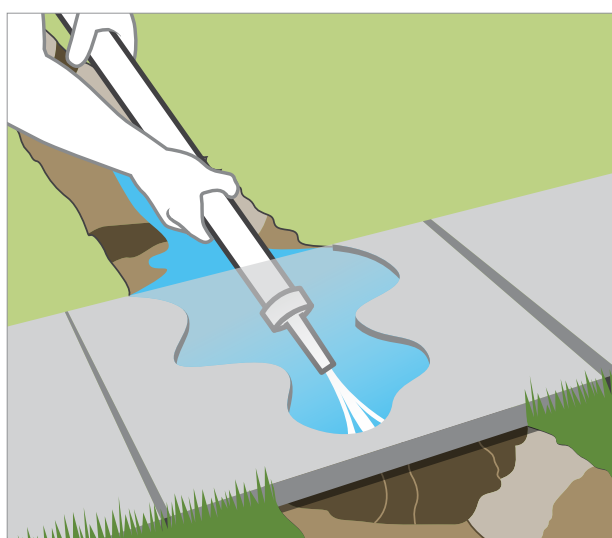

Figura 3
5. Posa della tubazione sotto pavimentazioni o sentieri pavimentati: Metodo a getto: servendosi di un raccordo, collegare un'estremità della tubazione a un rubinetto da giardino, quindi collegare una lancia all'altra estremità. Attivare l'erogazione dell'acqua e dirigere il getto sotto il cemento (*Figura 3*).